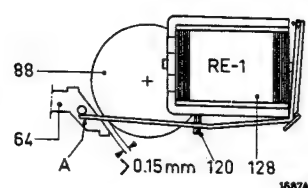

Fig. 14
- Lorsque l'étrier du relais n'est pas excité, la distance entre l'étrier 64 et le plateau à bobine 88 doit être d'au moins 0,15 mm (voir fig. 14). Régler en recourbant la languette A de l'étrier du relais.